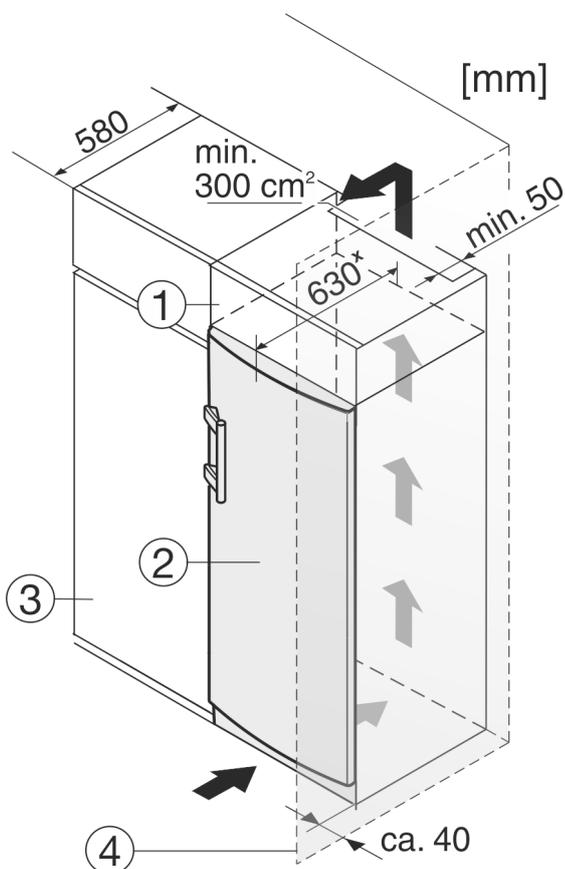

Fig. 12
L'appareil peut être intégré dans des meubles de cuisine. Pour adapter l'appareil Fig. 12 (2) à la hauteur du coin cuisine, une rehausse Fig. 12 (1) peut être posée sur l'appareil.
Lors de la transformation avec des placards de cuisine (profondeur max. 580 mm), l'appareil peut être placé directement à côté du placard Fig. 12 (3). L'appareil se trouve latéralement à 34 mm \* et au milieu de l'appareil à 50 mm \* par rapport à la façade du placard.
Si l'appareil avec les charnières est installé près d'une paroi Fig. 12 (4), la distance entre l'appareil et la paroi doit être de min. 40 mm. Ceci correspond à la saillie de la poignée avec la porte ouverte.